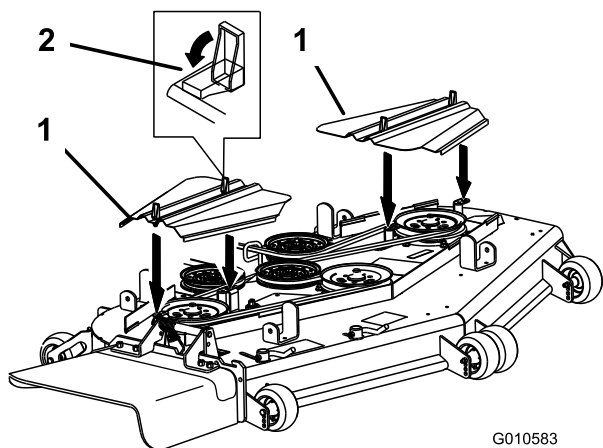
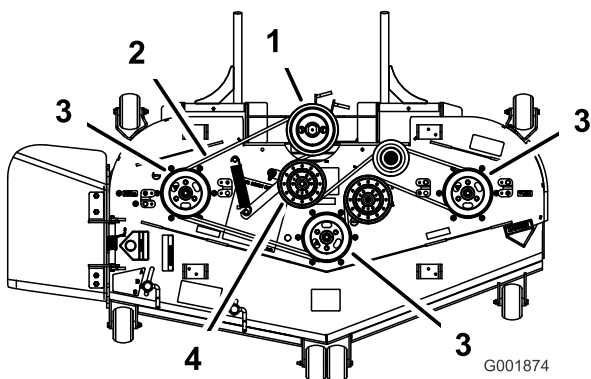
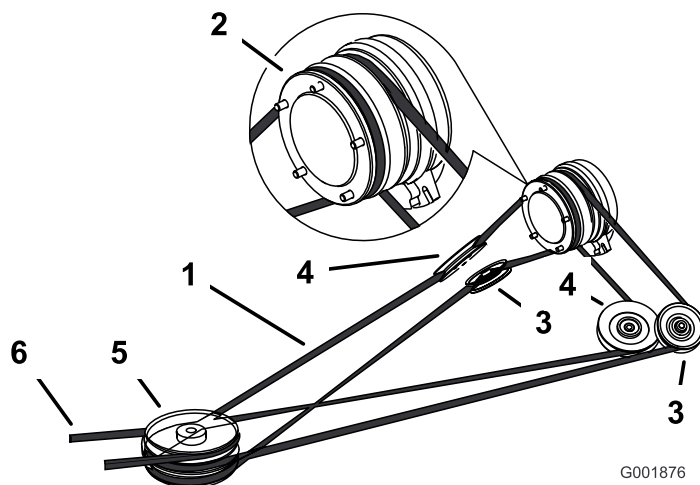

Figura 64
Figura 65
Figura 67
3. Retire las cubiertas de la correa (Figura 64).
5. Retire la correa del cortacésped de las poleas del cortacésped y de la polea superior de las tres poleas apiladas (Figura 64 y Figura 65).
6. Instale la correa nueva alrededor de las poleas del cortacésped y la polea superior de las tres poleas apiladas (Figura 64 y Figura 65).
7. Tire del brazo tensor tensado con muelle para aflojar la tensión de la correa y alinee la correa del cortacésped en la polea tensora (Figura 65).
8. Instale las cubiertas de la correa y cierre los enganches (Figura 64).
4. Tire de la polea tensora tensada con muelle para aliviar la tensión de la correa (Figura 67).
5. Retire la correa del cortacésped de la polea superior de las tres poleas apiladas (Figura 65 y Figura 67).
7. Instale la nueva correa de transmisión alrededor de la polea del embrague, las poleas tensoras ajustables, la polea tensora tensada con muelle y las tres poleas apiladas delanteras (Figura 67).
9. Instale la correa del cortacésped alrededor de las poleas del cortacésped y la polea superior de las tres poleas apiladas (Figura 65 y Figura 67).